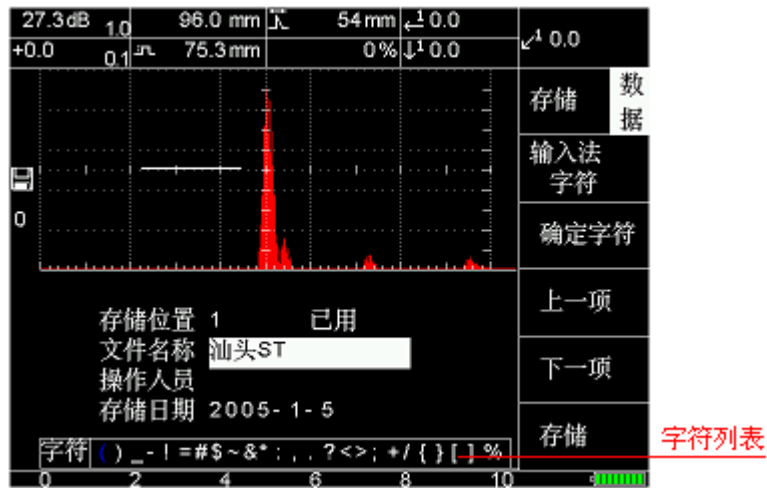

图 7-7
(1) 将输入法调为字符。
(2) 此时仪器显示如图 7-7，下方出现字符列表。